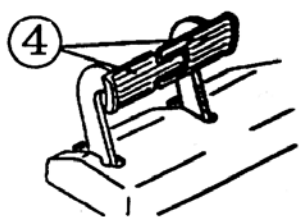

Рис. 2-7.
2.2.1.4 Педаль тормоза (4) (Рис. 2-7)